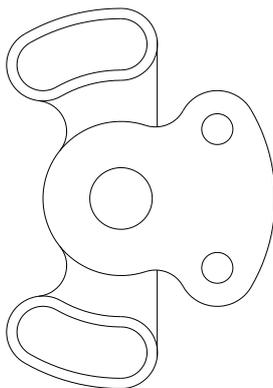

Рис. 19
5.1. Сделать текущим слой линий штриховки (выбрать из списка слоев в панели инструментов свойств объектов), слой осевых линий сделать невидимым (рис. 19):